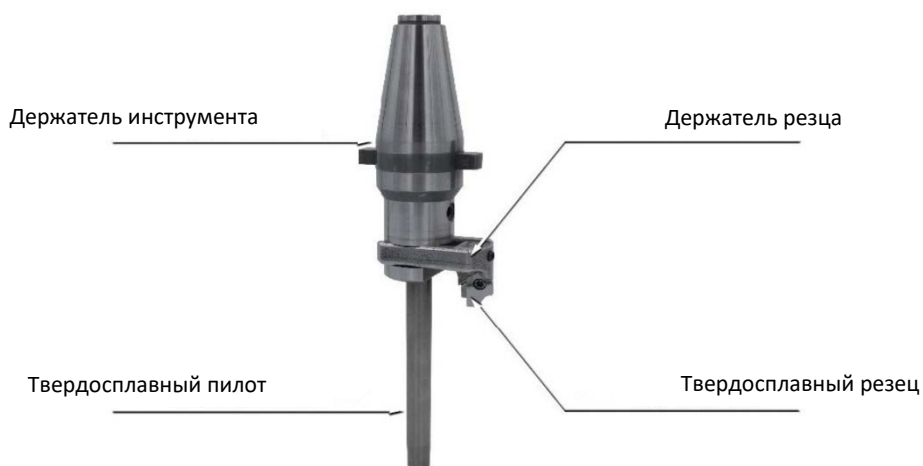
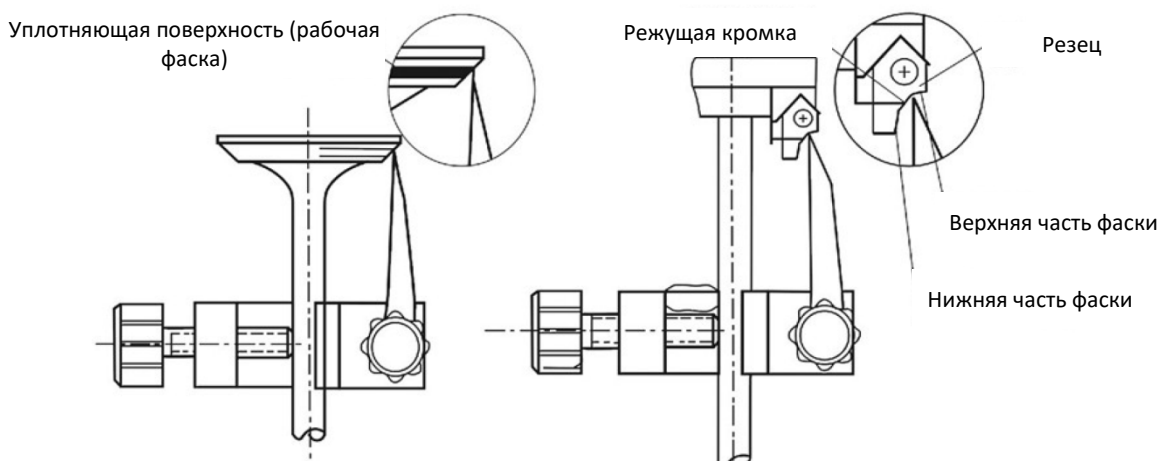

Рисунок 05 Держатель инструмента
Рисунок 06: Схема устройства для установки инструмента
5. Установить резец на держателе (резец плотно фиксируется одной маленькой винтовой площадкой). Установить пилот и держатель на держатель инструмента и надежно зафиксировать их (чтобы они стали одной инструментальной сборкой. Смотрите Рисунок 05). Включить электрический выключатель шпинделя (кнопка «шпиндель вкл» на правой колонне), нажать кнопку мгновенной блокировки шпинделя, вставить инструментальную сборку в шпиндель, повернуть и затянуть стопорную гайку шпинделя (**Использование устройства для регулировки инструмента** – смотрите Рисунок 05: установить соответствующий клапан в устройство для регулировки инструмента, поставить острие указателя на верхний край уплотняющей поверхности клапана и зафиксировать указатель. Снять клапан, установить устройство для регулировки инструмента на сборку держателя. Отрегулировать винт держателя резца и выставить верхний край режущего лезвия резца по указателю (смотрите Рисунок 06), а затем плотно затянуть фиксирующие винты на нижней части держателя инструмента, снять устройство для регулировки инструмента и установить сборку держателя инструмента в шпиндель станка (смотрите Рисунок 05).